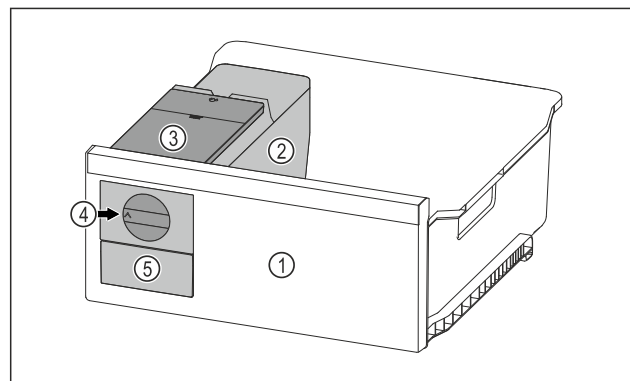

Fig. 70 Reprezentare exemplificatoare
► Rotiți butonul rotativ Fig. 70 (4) în sens orar până la opritor.
► Cuburi de gheață cad din tava pentru cuburi de gheață în sertarul pentru cuburi de gheață Fig. 70 (5).